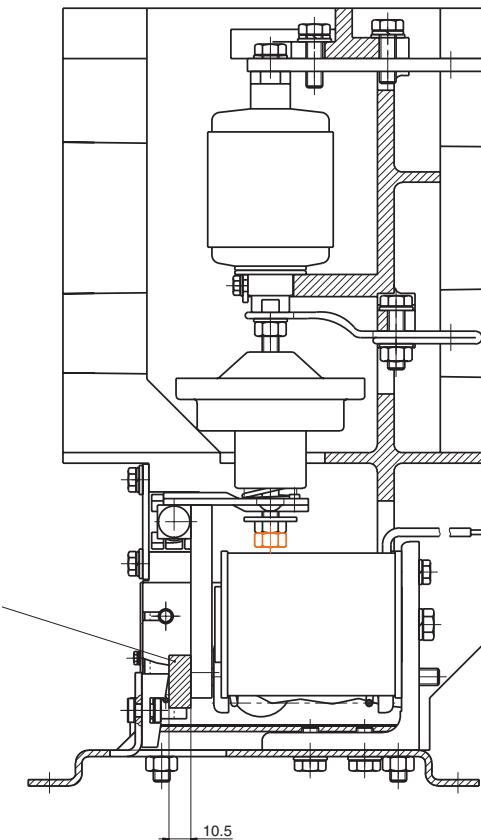

Fig. 2 Nach dem Einbau der Einschaltverklinkung
6. Mitgeliefertes Abstandsstück (A) 10,5 x 25 x 180 aus Isolierstoff zwischen Magnetanker und Anschlag schieben (Fig. 2)
6. Place 10.5 x 25 x 180 spacer (A) made of insulating material between magnet plate and stop (Fig. 2)